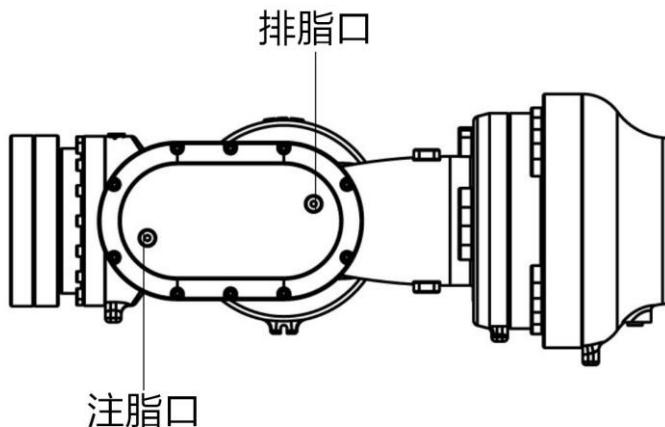

图 13-10 更换腕部齿轮箱润滑脂
- 卸下排脂口 M10x1 堵头及密封垫片，如图 13-10 所示。